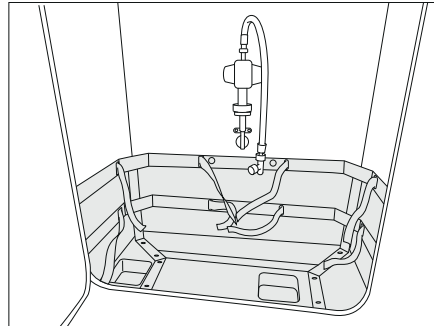
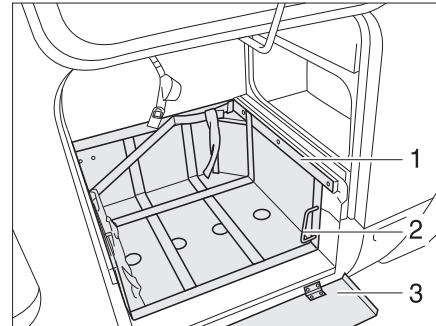

Bild 168 Gaskasten
Bild 169 Gaskasten, mit ausziehbarem Schlitten (Variante 1)
- Wenn ein Schutzblech vorhanden ist, das Schutzblech (Bild 169,3) nach unten klappen.
- Den Schlitten (Bild 169,1) über den Griff (Bild 169,2) entriegeln.
- Schlitten (Bild 169,3) bis zum Anschlag herausziehen.
- Griff (Bild 169,2) zurückdrehen.
- Den Schlitten (Bild 169,3) über den Griff (Bild 169,2) entriegeln.
- Schlitten (Bild 169,3) bis zum Anschlag einschieben und Griff (Bild 168,2) zurückdrehen.
- Wenn ein Schutzblech vorhanden ist, das Schutzblech (Bild 169,1) nach oben klappen.